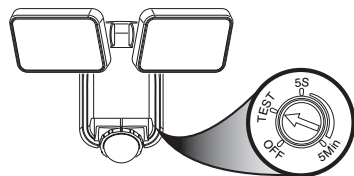

Figure 10
2. Effectuez un « essai de marche » : déplacez-vous dans un arc de cercle devant le détecteur de mouvement (voir la Figure 10).